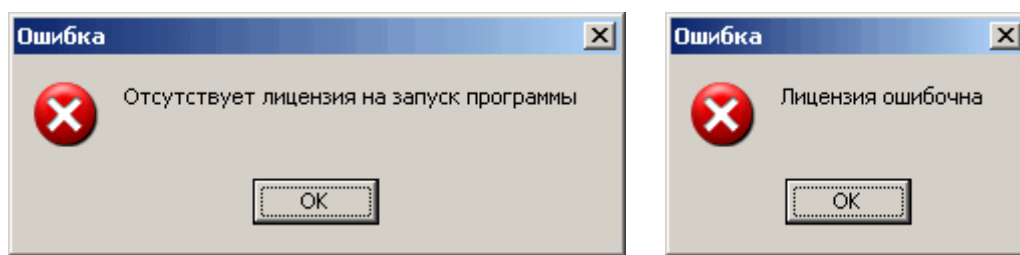

Рис. 1. Сообщения при отсутствии лицензии или некорректной лицензии.
Комплекс программ ГИС Лайт обязательно должен быть зарегистрирован на компьютере пользователя непосредственно сразу после установки до первого запуска программ. Без проведения процедуры активации его работа невозможна. При попытке запуска любой нелегальной копии программ комплекса будут возникать следующие сообщения (см. Рис.1).
- Если в окно «Лицензия» ввести ошибочный код неправильной длины, программа лицензирования выдаст сообщение "лицензия ошибочна" (см. рис.1). Если будет введен ошибочный код, у которого длина совпадет с длиной правильного кода, программа ли-